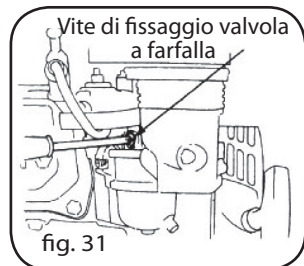

fig. 31
a) Avviare a far scaldare il motore fino alla temperatura di funzionamento normale (Fig. 31).